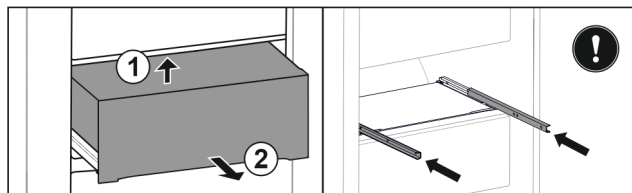

Fig. 140
- ▶ 从后下方抬起抽屉。 Fig. 140 (1)
- ▶ 朝前取出抽屉。 Fig. 140 (2)